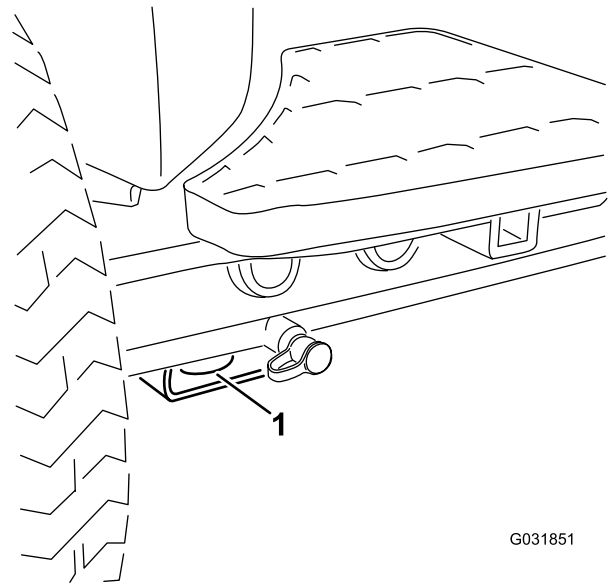
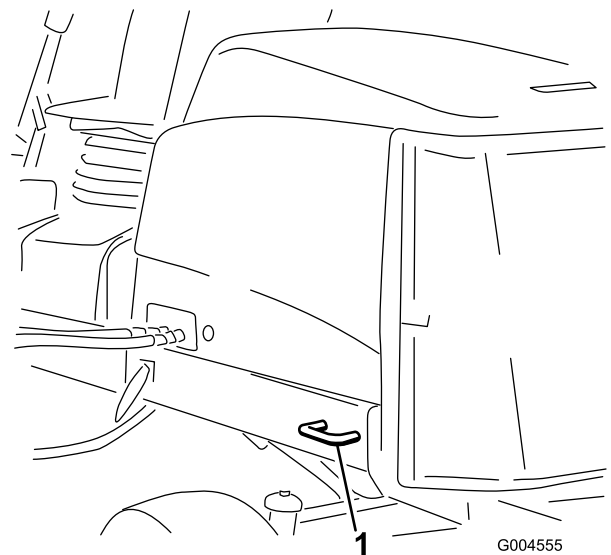

Bild 38
Bild 39
5. Befestigen Sie die Maschine mit den Metallvergütungen und Riemen, Ketten, Kabel oder Seilen am Anhänger oder Pritschenwagen (Bild 38 und Bild 39).
- Vorne: Loch im Rechteck unter dem Achsenrohr in jedem Vorderreifen (Bild 38)
- Hinten: Jede Maschinenseite am hinteren Rahmen (Bild 39)